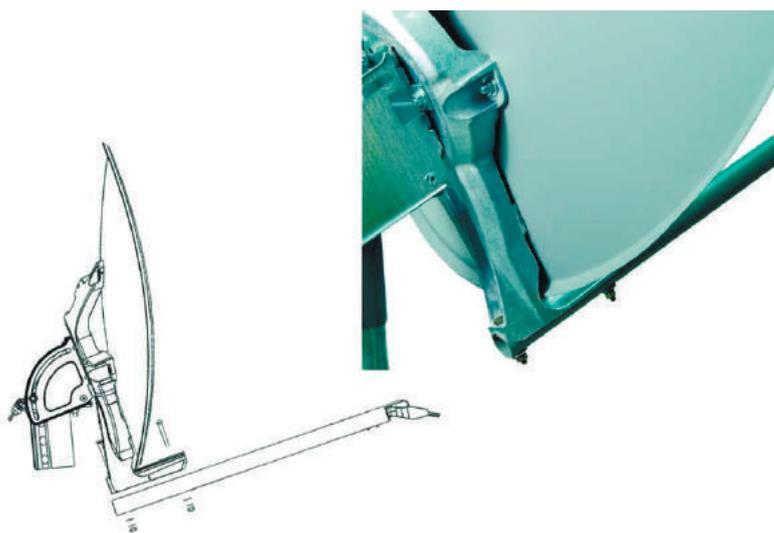

Рисунок 25 – Крепление штанги
Под рефлектором закрепите штангу приемопередатчика (4). Потребуется гнездовой ключ и головка на 13мм. Для крепления используются два болта. Снизу штанги они притягиваются гайками (рисунок 25).